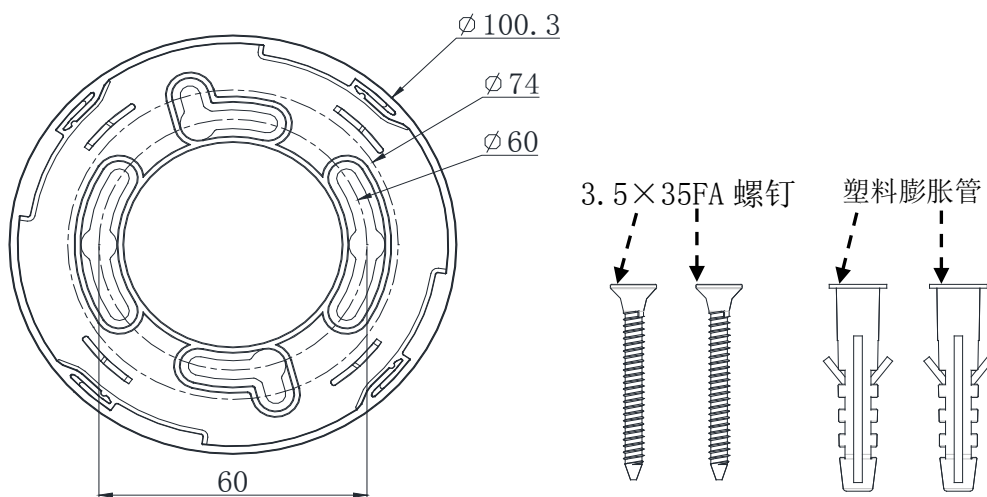
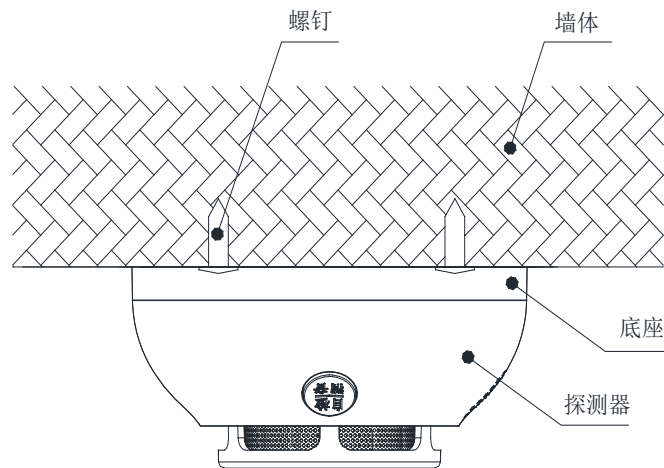

图 2：感烟探测器底座及固定配件
图 4 感烟探测器安装示意图
4.2 感烟探测器底座尺寸示意图，如图 2 所示（单位：mm）
① 温度低于零下 10℃、高于 55℃或相对湿度 $\geq 95\%RH$ 的区域。
② 多灰尘区域。灰尘进入探测器内部可能引起误报警。
③ 空气回流不畅的地方。发生火灾时，烟雾等燃烧产物不能及时有效的进入空气回流不畅的地方。
④ 勿将感烟探测器安装在产生可燃烟雾颗粒的场所，如车库、厨房、热水器、暖气的位置。
⑤ 感烟探测器不宜安装在风机的送风口或抽风口附近，因为风机口附近的烟雾浓度不能有效的反映房间内整体的烟雾浓度。
3. 感烟探测器安装示意图如图 4 所示
按图 4 所示，用塑料膨胀管和 3.5×35FA 螺钉将感烟探测器底座固定在屋顶上，安装孔距如图 2 所示。